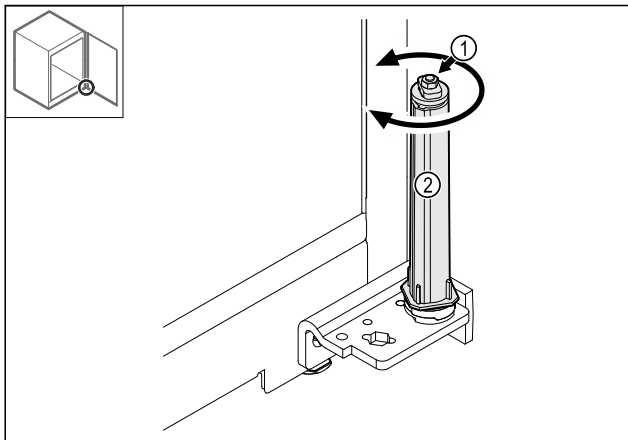

Fig. 39
- Schroefverbinding Fig. 39 (1) van het sluitsysteem niet demonteren.
- Sluitsysteem Fig. 39 (2) draaien, tot deze vastklikt.